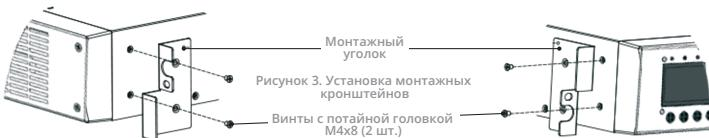

Рисунок 3.1. Установка монтажных уголков
1. Установить ИБП на ровную и твёрдую поверхность, чтобы передняя часть устройства была расположена перед пользователем. Установить монтажные уголки на крепёжные отверстия с каждой стороны ИБП и закрепить их винтами с потайной головкой M4x8 из комплекта поставки (см. Рис. 3.1).